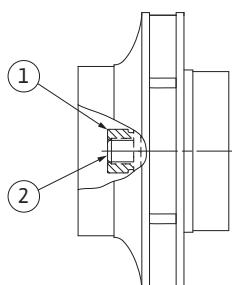

Fig. 55: Pumphjulsmutterns korrekta position efter monteringen
29. Håll fast axeln (se steg 24) och dra åt pumphjulsmuttern med angivet åtdragningsmoment (se listan "Tabell 11: Åtdragningsmoment för skruvarna" på sidan 52). Muttern (Fig. 55, pos. 1) måste ligga an med axeländen (Fig. 55, pos. 2) med $\pm 0,5$ mm. Om så inte är fallet måste muttern lossas och steg 25 till 29 upprepas.